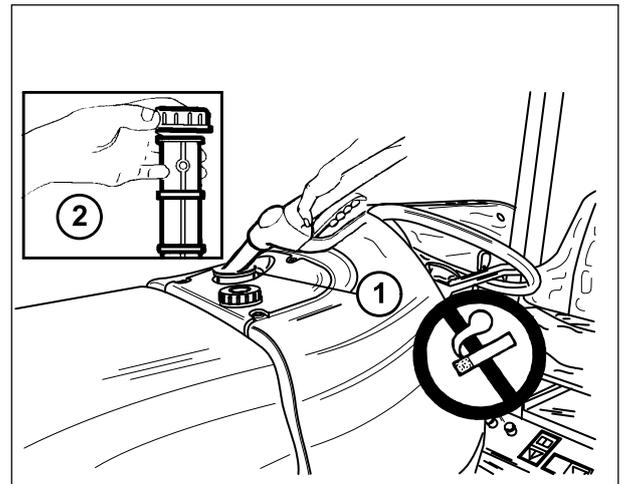

Fig.5-2
Abastecimento do combustível Fig.5-2
O bocal de enchimento do depósito de combustível (1 - Fig.5-2) está provido de um filtro de rede (2) que pode ser removido para a limpeza periódica.